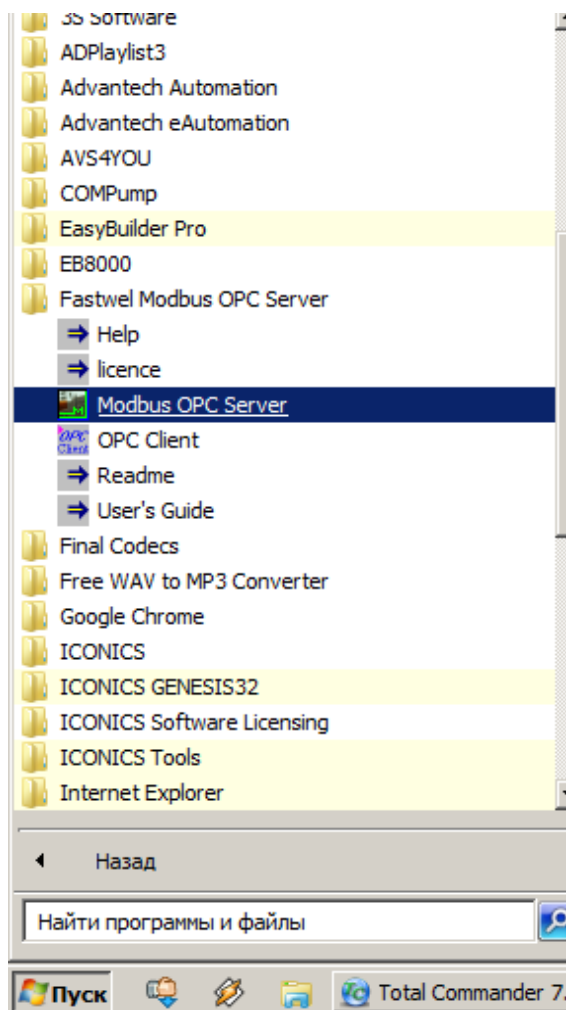

Рис. 31. Запуск ПО Fastwel Modbus OPC Server
2.10.1. Средствами операционной системы Windows 7 загрузить на исполнение сервер: **Пуск- Все программы – Fastwel Modbus OPC Server - Modbus OPC Server** (рис. 31).